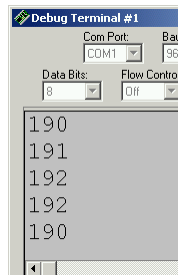

Figura 7-5
- √ Verificate che una sola colonna di valori scorra sul Terminale di Debug. La Figura 7-5 mostra un esempio.